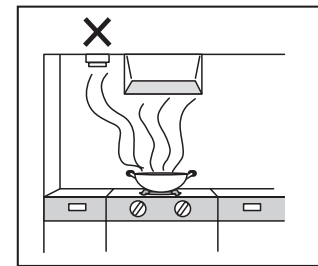

図2
- アルデ換気システムのキッチンの排気グリルは、レンジフード用のものではありません。レンジを使用して調理する時は、必ずレンジ用換気扇を使用してください。(図2)